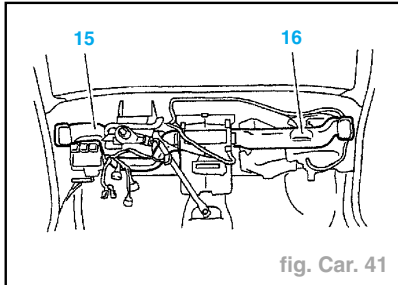

fig. Car. 41
Attention : Vérifier que les conduits d'air (15) et (16) soient en place (fig. Car. 41).